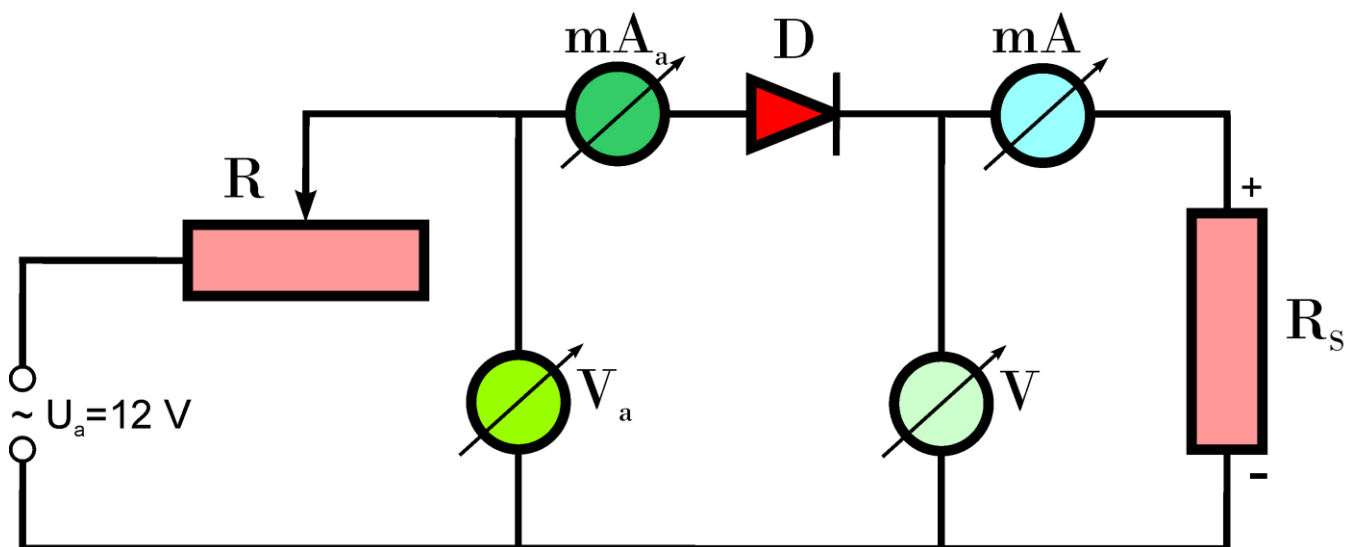

Figura 1.
1. Se realizează montajul din figura 1, după care este verificat de cadrul didactic prezent.